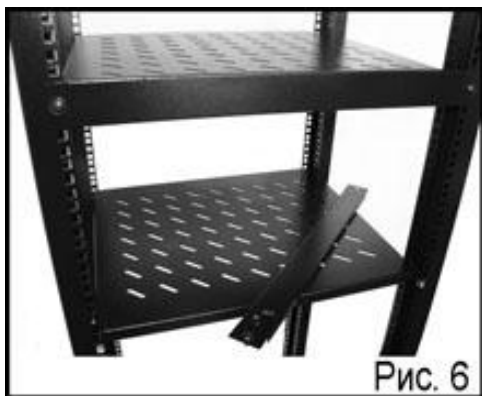

Рис. 6
6. Установка декоративных панелей (Рис. 6).